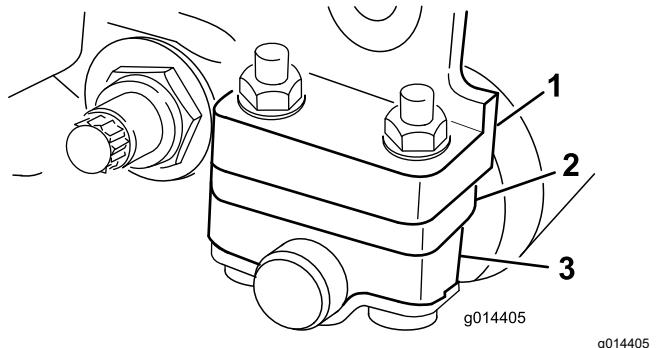

Figura 7
1. Ajuste os suportes do rolo traseiro no limite de corte desejado posicionando a quantidade necessária de espaçadores por baixo da flange de montagem da placa lateral (Figura 7), de acordo com a secção **Tabelas de altura de corte e de seleção de lâminas** (página 12).